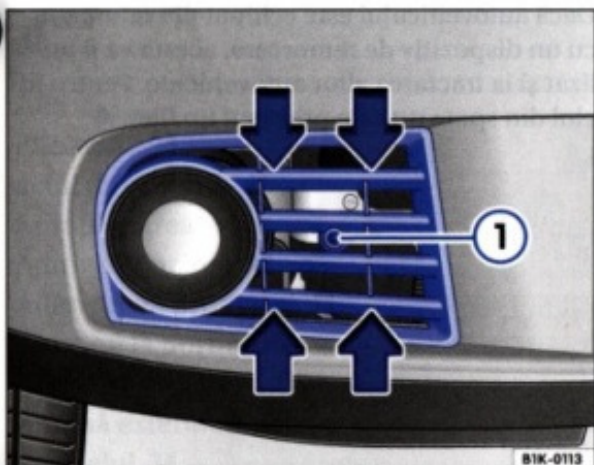

Fig. 42 Partea frontală dreapta: Demontarea capacului
- Deșurubați șurubul ⇒ fig. 42 ① cu ajutorul șurubelniței.
- Apăsați capacul cu ambele mâini în sensul săgeții ⇒ fig. 42 și scoateți capacul în față din suport.